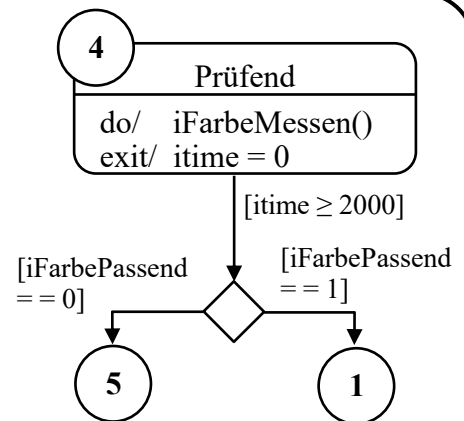

Bild 15.2: Zustände 4, 5, 1
b) Der Zustand 4: **Prüfend** soll im Folgenden implementiert werden (Bild 15.2).
Im Zustand **Prüfend** wird die Funktion **iFarbeMessen()** aufgerufen und ihr Rückgabewert in der bereits deklarierten Variablen **iFarbePassend** gespeichert. Für ein präzises Messergebnis kann der Wert der Variablen **iFarbePassend** erst nach 2000 ms ausgewertet werden. Nach Ablauf der Zeit wird gemäß Bild 15.2 bei passender Farbe in Zustand 1: **Wartend** und bei falscher Farbe in Zustand 5: **Personal Anfordernd** gewechselt.
Implementieren Sie den Zustand **Prüfend** der Anlage gemäß obiger Beschreibung und Bild 15.2 in der Programmiersprache C. Verwenden Sie zudem die Variablenamen aus Tabelle 15.1.